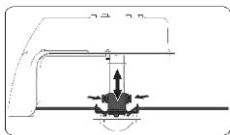

Рисунок 5-1
2. Двигая головку вверх или вниз, установите ее в нужную позицию и затяните болты. См. рисунок 5-1.